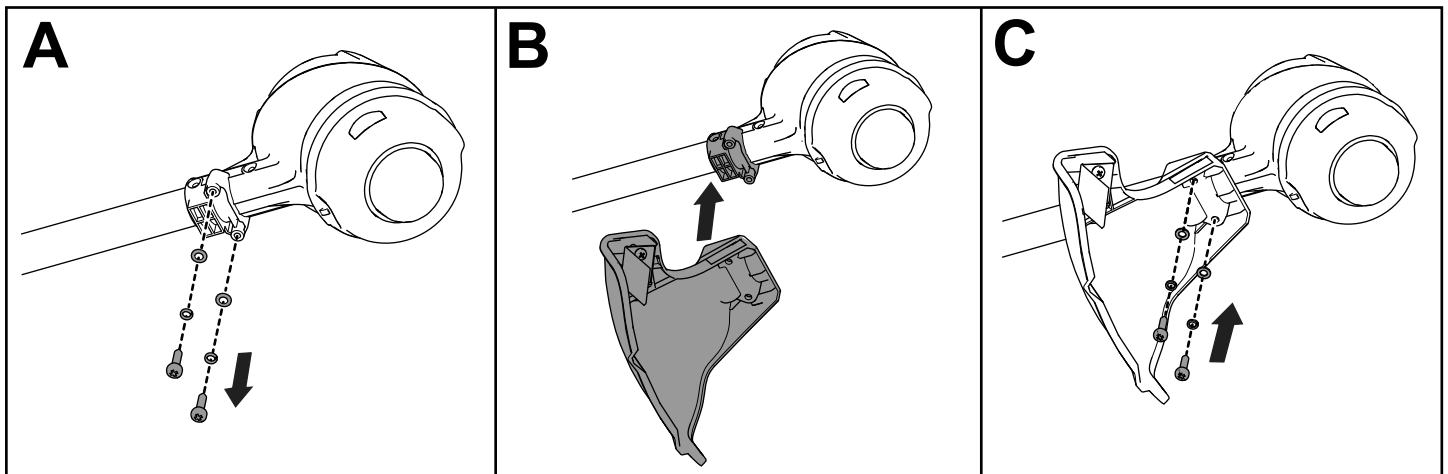

Figure 5
1. À l'aide d'un tournevis Phillips, retirez les 2 vis, les 2 rondelles et les 2 entretoises de la base de la débroussailleuse (A de la Figure 5).
2. Placez le déflecteur sur la base de la débroussailleuse (B de la Figure 5).